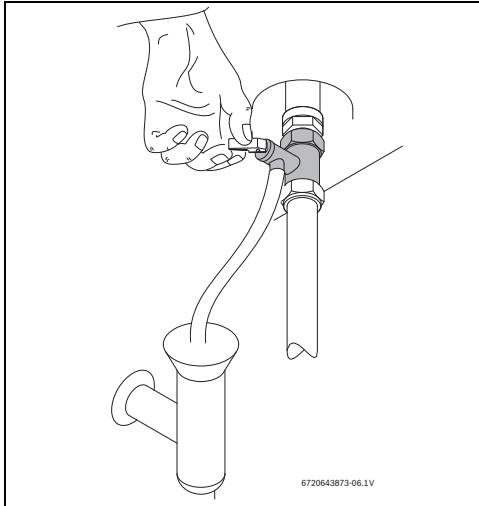

Fig. 15 Accionamiento manual de la válvula de seguridad
- ▶ Abrir la válvula de seguridad (Fig. 15).
- ▶ Activar manualmente la válvula de seguridad por lo menos una vez al mes (→ Fig. 15).